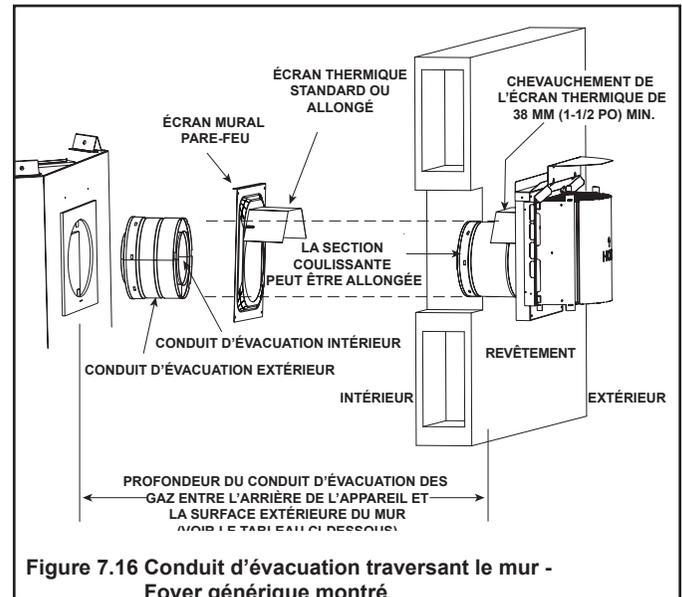

Figure 7.16 Conduit d'évacuation traversant le mur - Foyer générique montré
- **NE PAS** enlever les écrans thermiques fixés à l'écran mural pare-feu et au chapeau de l'extrémité horizontale (présenté à la figure 7.16).
L'écran thermique est en deux parties. L'une des parties a été fixée à l'écran mural pare-feu lors de la fabrication. L'autre partie a été fixée au chapeau de l'extrémité lors de la fabrication. Voir la figure 7.16.